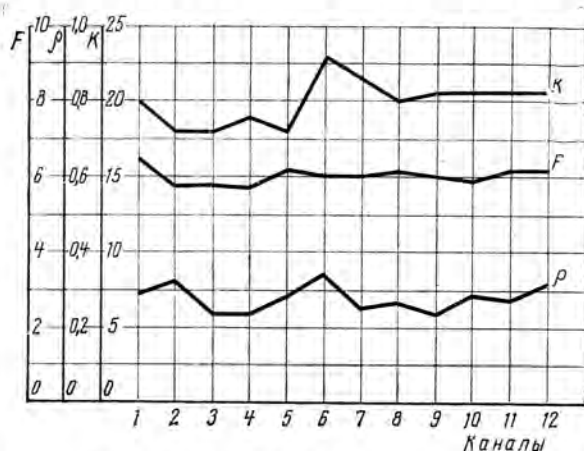

Рис. 2
Значения коэффициентов усиления (K), шума (F) и коэффициента отражения (P), измеренные в различных каналах, показаны на рис. 2.